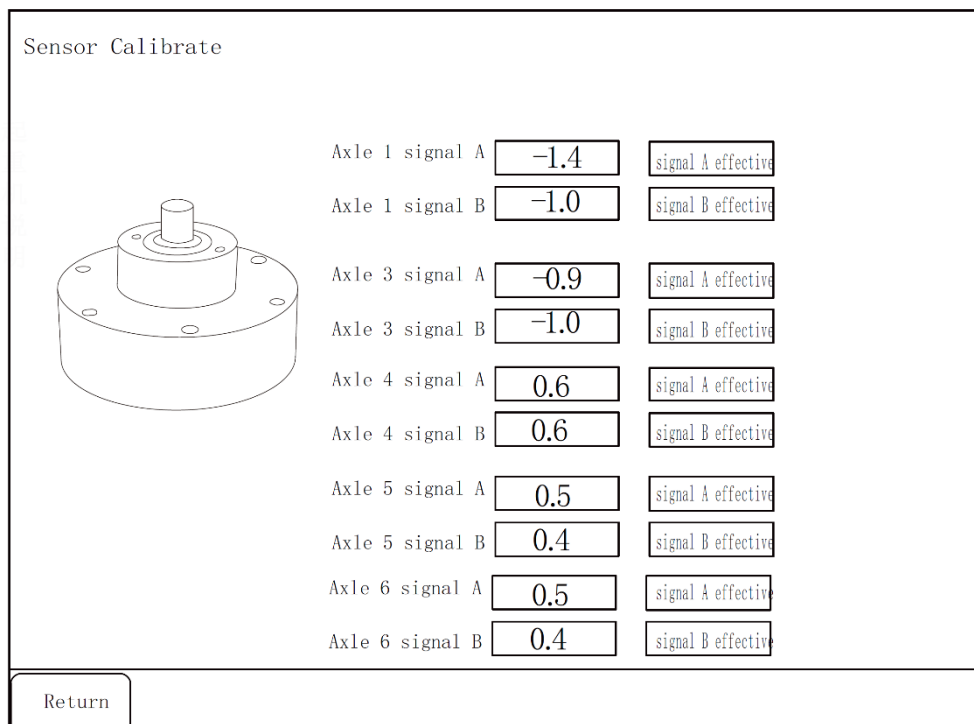

Figura 3-21 Calibragem do sensor
- Pressione o ícone “Calib” do eixo a ser calibrado (Consulte a Figura 3-21).